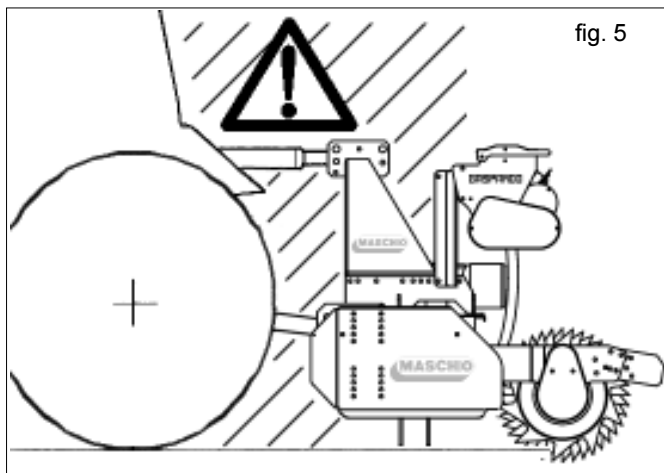

fig. 5
- 25) È assolutamente vietato interporre fra il trattore e l'attacco per manovrare il comando dall'esterno per il sollevamento (Fig. 5).
- 26) È assolutamente vietato interporre tra il trattore e l'attrezzatura (Fig. 5) con motore acceso e cardano inserito.